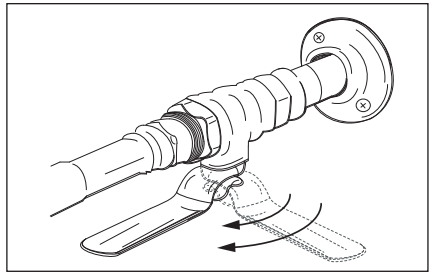

Figure 21 - Ouvrir complètement le robinet d'arrivée d'eau froide (robinet à tournant sphérique pleine section illustré ci-dessus).
**2** Rouvrir l'arrivée d'eau froide et s'assurer que tous les robinets d'arrêt placés sur la conduite d'arrivée d'eau froide sont ouverts (Figure 21).